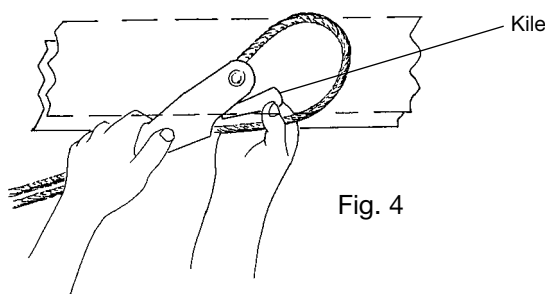
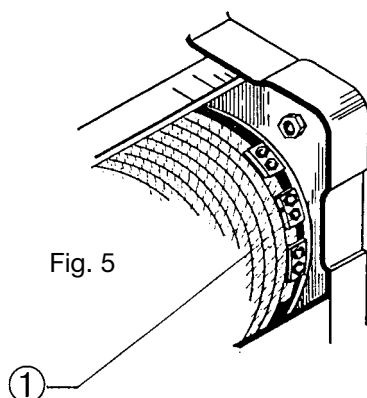

Fig. 4
Fig. 5
For demontering af wiren: fjern hovedkilen (Fig. 4), og tag derefter enden af wiren ud af beslaget, og fjern wiren fra blokskiven og muligt vekselhjul. Træk wiren fuldstændigt ud af tromlen ved at trykke på "ned" knappen på kontrolpanelet indtil tromlens ende. Løsn skrue på wiren fastgørelsesklemme (fig. 5).
Montering af ny wiser: Sæt wiseren i den sidste fastgørelsesklemme, og lad ca. 40 mm af enden af wiseren stikke ud; stram klamskrue (fig. 5 - pos. 1) stram wiseren indtil den mases og fastgør de andre klamskrues.